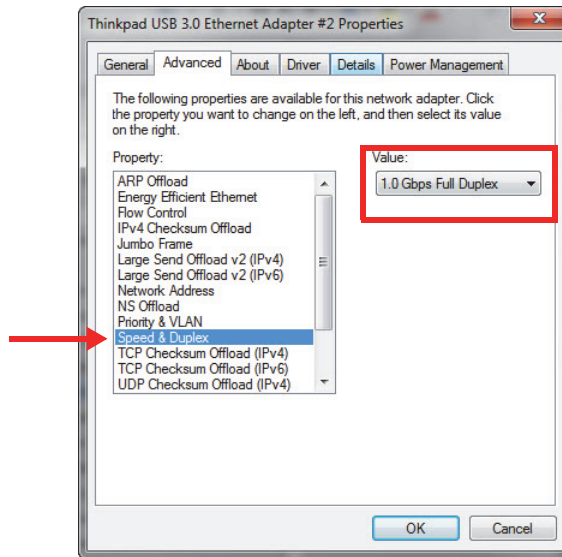

Figura 1-9 Propiedad Speed & Duplex
6. En la pestaña **Advanced** (Avanzada), seleccione **Speed & Duplex** (Velocidad y dúplex); después, seleccione **1.0 Gbps Full Duplex** (Figura 1-9 en la página 33).